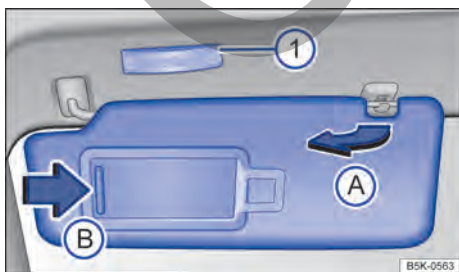

Fig. 94 En el revestimiento interior de la parte delantera del techo: parasol.
- Se pueden extraer del soporte y girar hacia las puertas → fig. 94 **A**.
En la parte posterior del parasol hay un espejo de cortesía provisto de una tapa. Al desplazar la tapa → fig. 94 **B**, se enciende la luz → fig. 94 **1**.